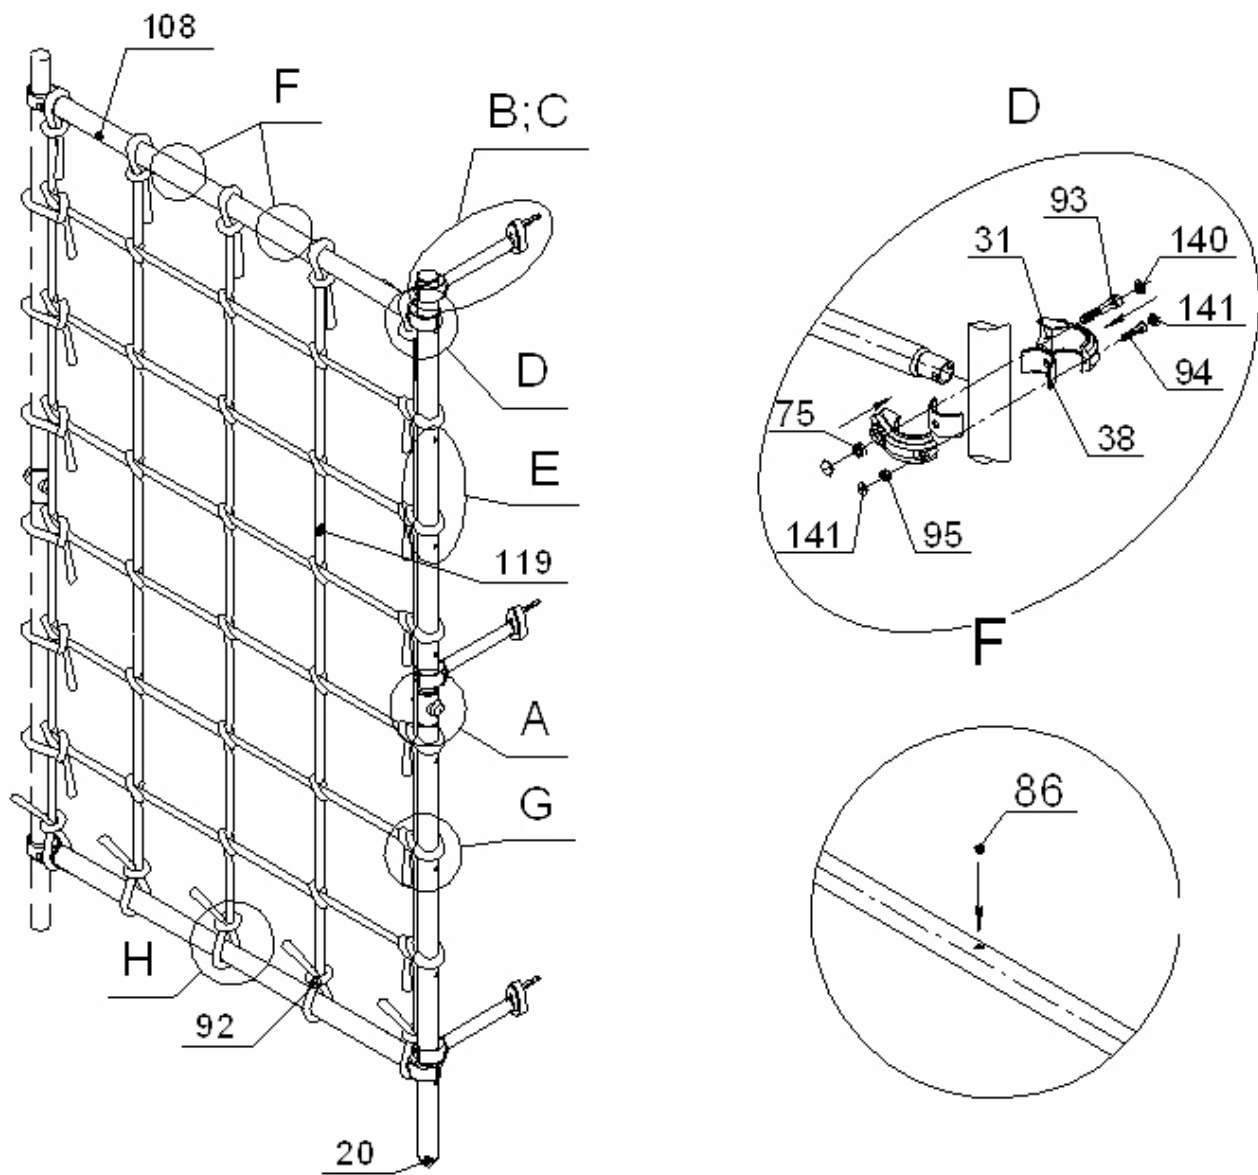

Рис.2
- D. Приставить стойку к стене. Разметить и просверлить 3 отверстия по диаметру дюбеля поз. 87 глубиной не менее длины шурупа поз.79 и забить дюбели поз.87. Приставить стойку к стене и закрепить. (рис.2, D).